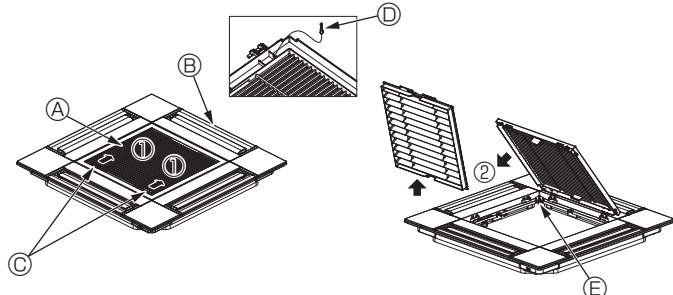

Fig. 10-3
10.2.1. Demontaż kratki wlotowej (Fig. 10-3)
- Przesunąć dźwignie w kierunku wskazanym przez strzałkę ①, aby otworzyć kratkę wlotową.
- Gdy kratka wlotowa jest w pozycji otwartej, należy usunąć zawias kratki wlotowej z kratki w sposób pokazany przez strzałkę ②.